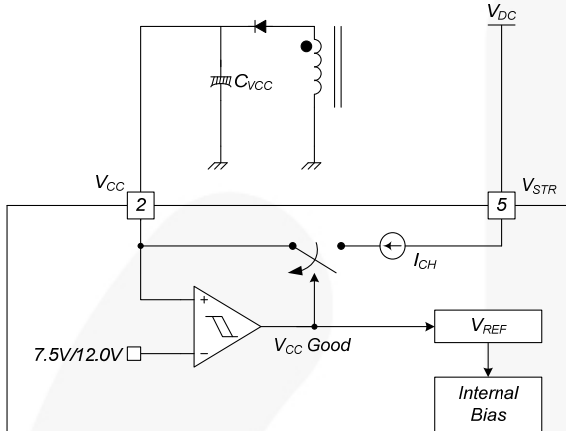

图 19. 启动框图
1. 启动: 启动时, 内部高压电流源提供内部偏压并为连接至 V_{CC} 引脚的外部电容器 (C_{VCC}) 充电, 如图 19 所示。当 V_{CC} 达到 12 V 时, FSL137MRIN 开始开关过程, 内部高压电流源被禁用。除非 V_{CC} 低于停止电压 7.5 V, 正常的开关操作持续进行, 电源由变压器辅助绕组提供。